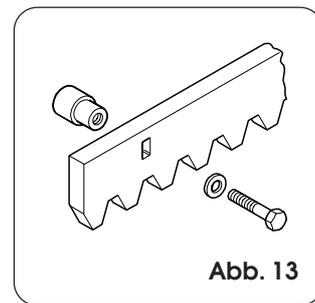

Abb. 13
4.8.1. Zu verschweissende Zahnstange aus Stahl (Abb. 13)